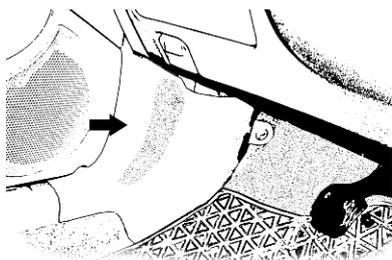
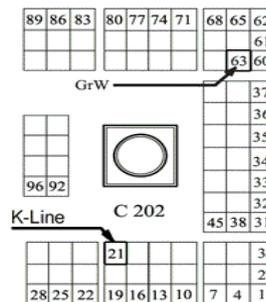

Рис. 3
Рис. 4 Нумерация со стороны подхода проводов.
31. Снимите с левой стороны машины декоративный кожух рис. 3. Найдите разъем C202 рис. 4.